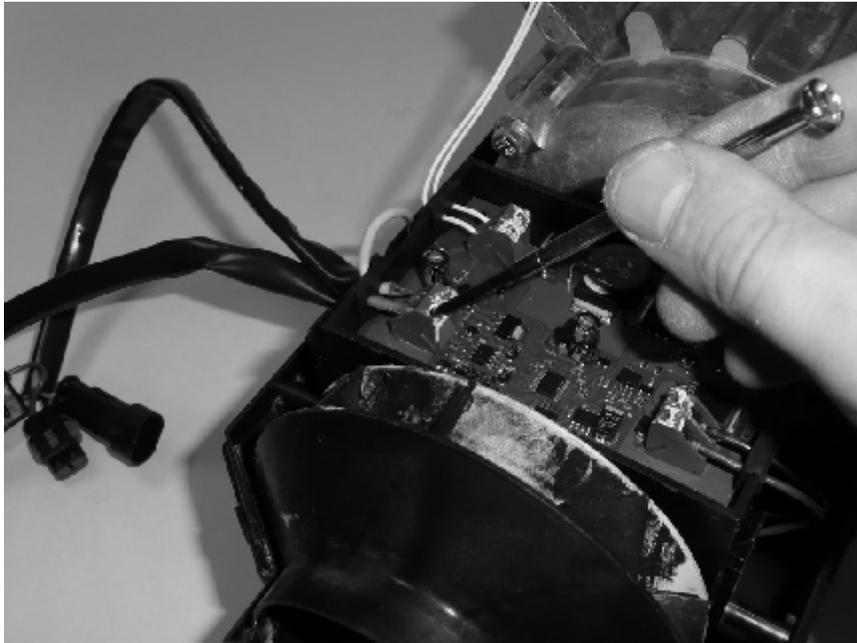

Рисунок 14
3) последовательно завести концы выводов электрокомплектующих в соответствующие разъемы и зажать винтами (см. рис. 14). Уплотнения выводов установить в соответствующие гнезда блока управления.